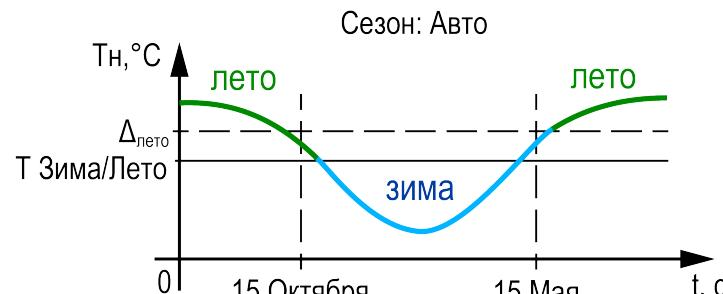

Рисунок 10.8 – Определение сезона
- параметр **Переход: Авто** — к условию перехода между режимами в ручном режиме добавляется условие автоматического перехода (см. рисунок 10.8). Условие перехода в **Лето**: среднесуточная температура наружного воздуха стала выше значения установленного в параметре **Уставка лето** на 3 градуса (не редактируемая величина) и текущая дата находится в диапазоне между датой включения режима **Лето** (**Вкл**) и датой выключения (**Выкл**). Условие перехода в **Зиму**: среднесуточная температура наружного воздуха стала ниже значения установленного в параметре **Уставка лето** и текущая дата находится в диапазоне между датой выключения режима **Лето** (**Выкл**) и датой включения (**Вкл**). На рисунке 10.8 в качестве примера изображается 15 октября (дата перехода из **Лето** в **Зиму**) и 15 мая (дата перехода из **Зимы** в **Лето**).